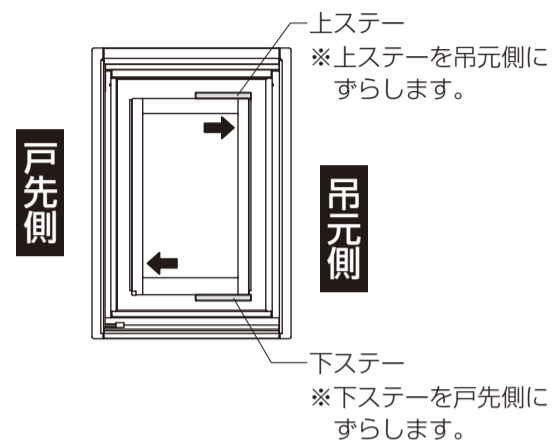

図1
- ① 本取付け説明書の最後に墨出しシートがあります。切り取って【図1】の位置で仮止めテープで仮止めしてください。サイズにより位置が異なります。【表1】を参照ください。
- ② 下穴位置を墨出した後、㊪ 小開口アーム取付けねじの先端で縦框に目印をつけてください。
■【図1】小開口アーム取付け位置
※上・下のステーの固定穴は長穴になっています。戸先が下がっている場合は、図1のようにステーの位置を調整してください。